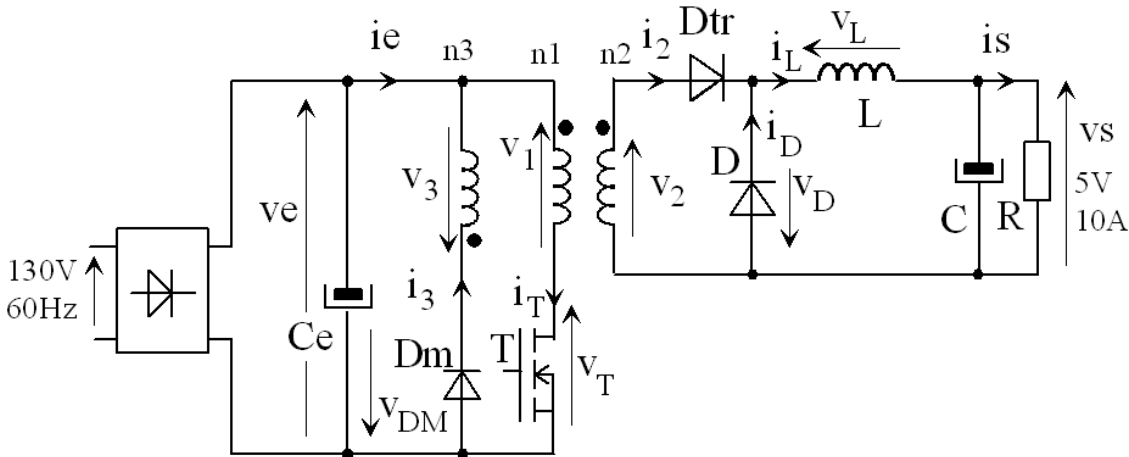

Fig. 11.1. Convertisseur AC - DC à découpage (dessins\forward1.drw).
Le schéma d'une alimentation à découpage de type "FORWARD" est donnée à la figure 11.1. Ce convertisseur est prévu pour fonctionner sur le réseau américain 130V/60Hz. Il est destiné à l'alimentation d'une carte électronique d'ordinateur fonctionnant sous 5V et consommant un courant maximum de 10A. La fréquence de travail est fixée à 50 kHz. Le rapport cyclique est constant et vaut $\alpha = 0,5$.
- Simplifier le schéma de la figure 11.1 pour T ON.
- Simplifier le schéma de la figure 11.1 pour T OFF